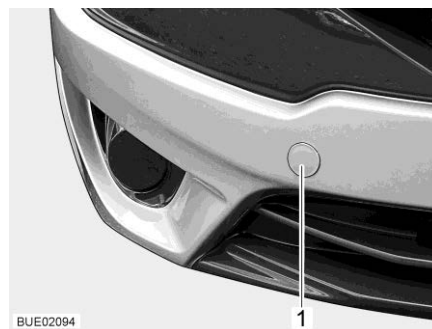

Fig. 57 Copertura per l'alloggiamento dell'occhione di traino (esempio)
- Rimuovere la copertura (Fig. 57,1).